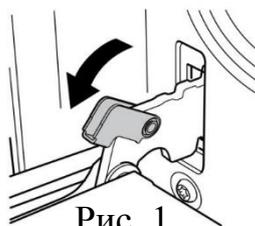

Рис. 1
1. Откройте дверь на максимальный угол и выньте замок на петли двери (Рис. 1). Есть два замка с обеих сторон дверцы.